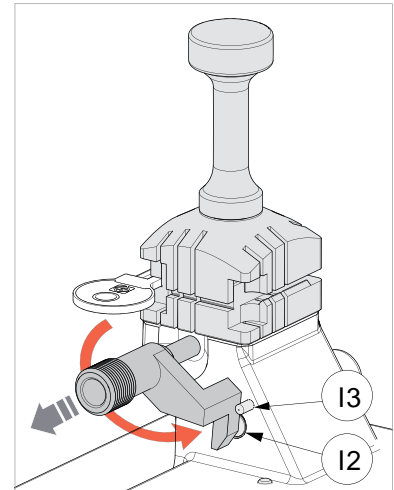

Fig. 32
**Opmerking: alvorens het lees- of freesproces van de sleutel aan te vangen, moet u het ijkkaliber manueel in de beginstand brengen (Fig. 32).**
Voor alle lees-/decodereer-/freesbewerkingen moet het ijkkaliber (I) manueel worden teruggebracht op de beginstand (Fig. 32 - in deze stand wordt de sensor (I2) verduisterd en wordt zijn aanwezigheid afgelezen).